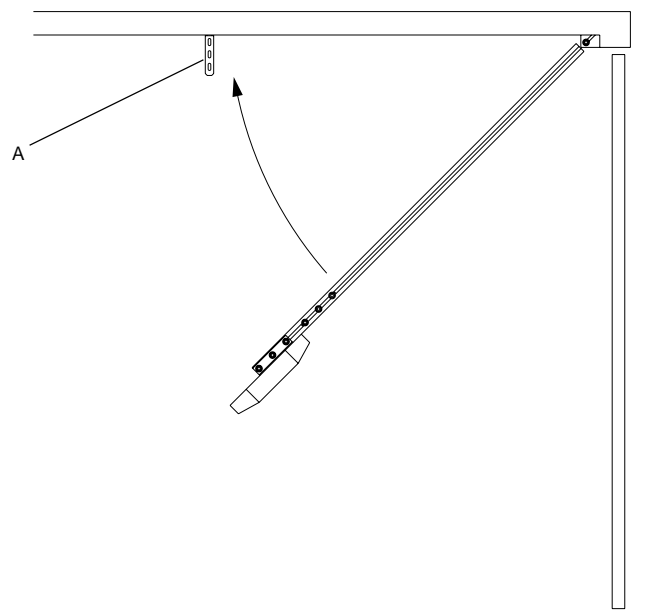

Fig.11
**4.2** Fissare le staffe di sospensione A al soffitto ed appendere infine l'apriporta secondo fig. 11.
**4.2** Fix the suspension flasks A to the ceiling and hang the door opener as per fig. 11.
**4.2** *Die Aufhängbügel A an der Decke befestigen und den Türöffner gemäß Bild 11 anhängen.*
**4.2** *Fixer les pattes de suspension A au plafond et suspendre enfin l'ouvre porte selon la fig. 11.*
**4.2** Fijar la pletina de suspensión A al techo y colgar finalmente el abrepuerta según la fig. 11.